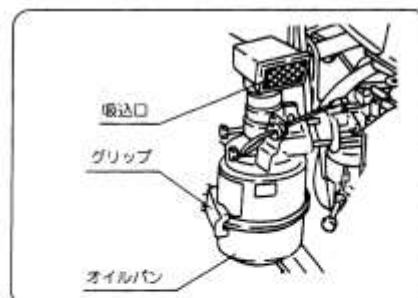

図39
- ① グリップを外し、オイルパンおよびエレメントを取外してください。(図39)
- ④ エアクリーナの吸込み口をホコリの少ない方向(ハンドル側)に向けてください。(図39)